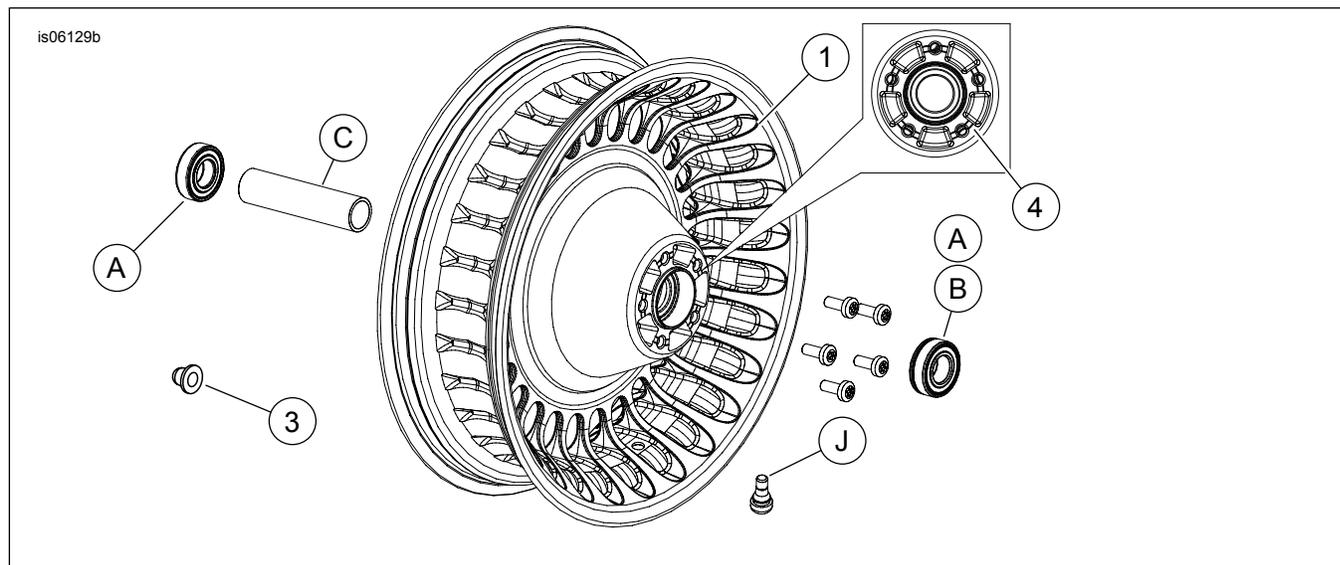

Figure 1. Pièces détachées : Roue arrière à 28 rayons (roue de 16 pouces illustrée)
Voir Figure 1 et les tableaux des pièces détachées.
2. Voir Figure 1. Installer l'ensemble de tige de soupape (J) sur la roue. Voir le manuel d'entretien.